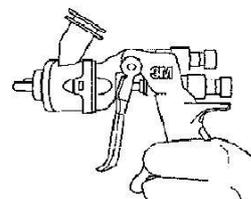

Рис. 4
3. Для продления срока службы пистолета, при каждой смене распыляющей головки полностью нажимайте на курок. Закрепите распыляющую головку, звук щелчка будет означать полное закрепление, затем отпустите курок. (рис.4)